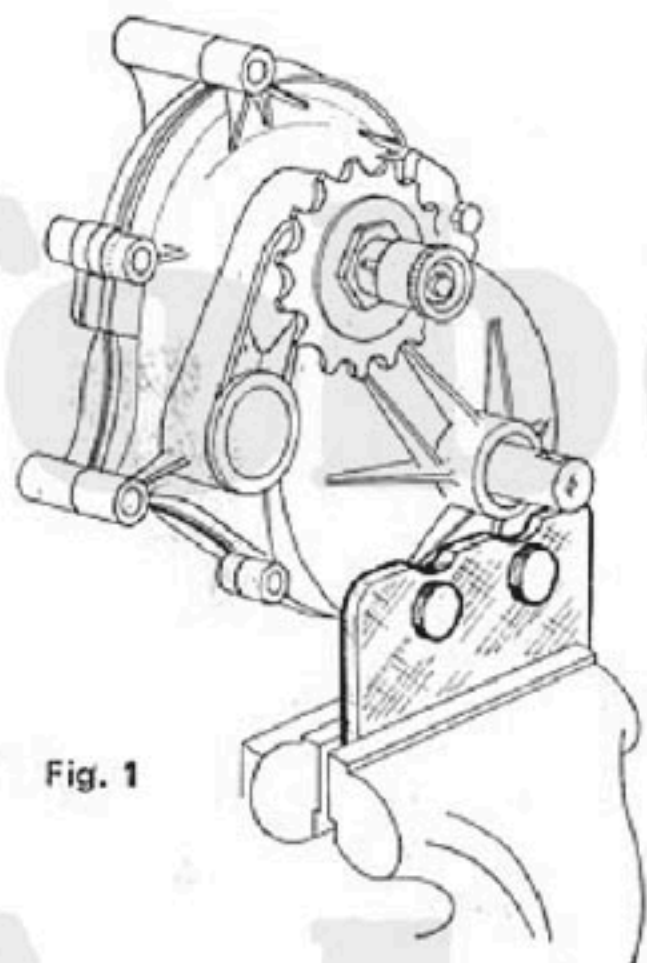

Fig. 1
- Fixer la boîte relais à l'étau par l'intermédiaire de l'outil MB-1495 VAR-483 Fig. 1